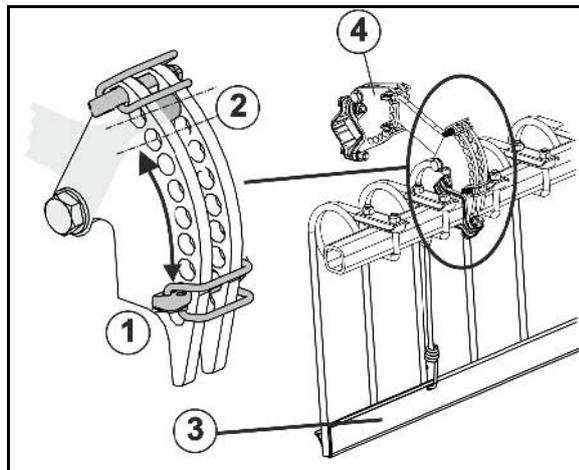

図 36
- 機械は、アーム毎に、ディスクのオフセット設定が可能です (Fig. 36)